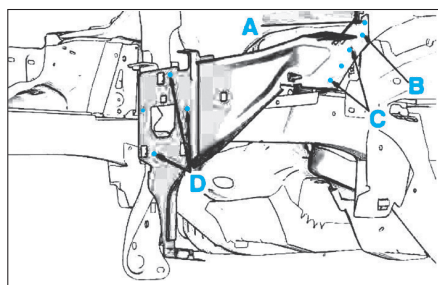

FIG. 2
- Poser et souder la pièce neuve aux endroits indiqués A, B, C et D (Fig.2)